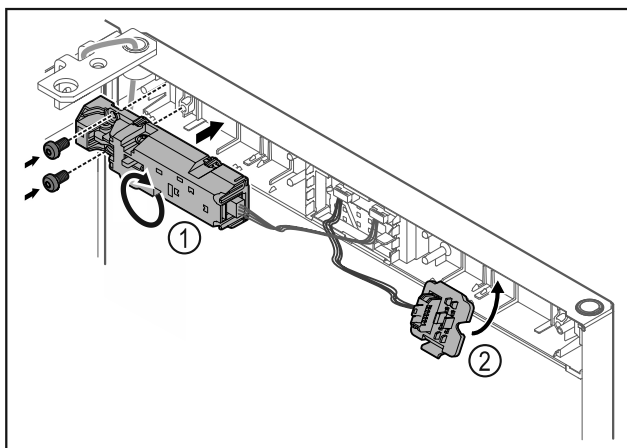

Fig. 21
- ▶ Завъртете дистанционната ключалка Fig. 21 (1) на 180° и я закрепете на противоположната страна.
- ▶ Фиксирайте държача на щекера Fig. 21 (2) от противоположната страна.